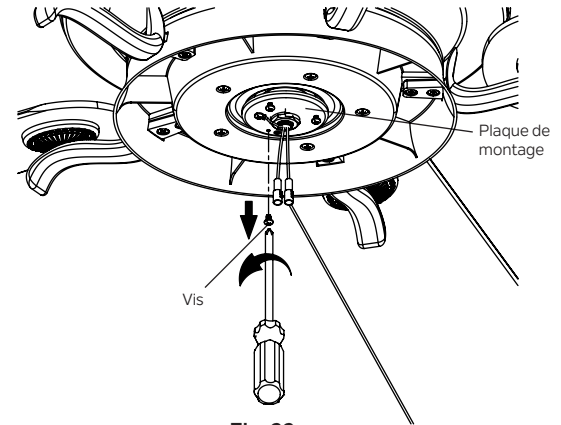

Fig. 22
**Étape 1.** Retirez la vis marquée d'une étiquette marron à points sur la plaque de montage et conservez-la pour une utilisation ultérieure. Desserrez les deux autres (ne les retirez pas).(Fig.22)